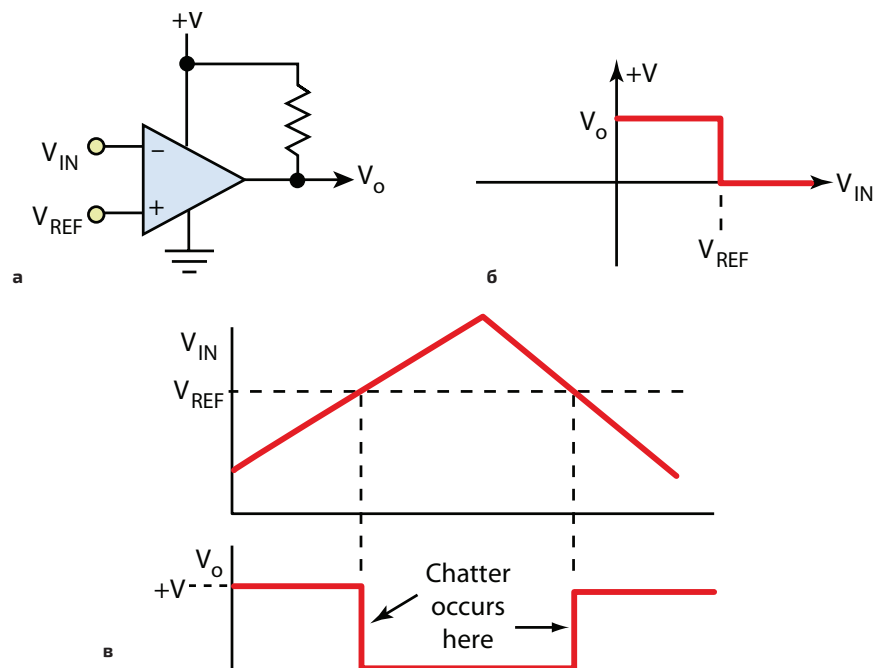

Рисунок 2. Инвертирующий компаратор с типовыми входами (а), его передаточная характеристика (б) и сигналы на входе/выходе (в)
няется к нагрузочному резистору, подключённому к шине питания (рисунок 2а). Входами компаратора являются опорный сигнал (V_{REF}) и сигнал, который сравнивается с опорным сигналом (V). Любой из двух входов может быть подключён к опорному или входному сигналу. Обычной комбинацией является фиксированное опорное напряжение и меняющийся входной сигнал. Двумя широко используемыми вариантами также являются конфигурации с инвертированием и без инвертирования.
- Вариант с инвертированием: V_{IN} подключается к инвертирующему входу усилителя (-), а V_{REF} подключается к неинвертирующему входу (+) (рисунок 2). Если $V_{IN} > V_{REF}$, выход устанавливается в состояние высокого потенциала.
- Вариант без инвертирования: (входы поменялись местами по сравнению с Рисунок 2): V_{IN} подключается к неинвертирующему входу усилителя (+), а V_{REF} подключается к инвертирующему входу (-). Если $V > V_{REF}$, выход устанавливается в состояние высокого потенциала. Если $V_{IN} < V_{REF}$, выход устанавливается в состояние низкого потенциала. На рисунке 2 показана инвертирующая комбинация с фиксированным опорным сигналом постоянного напряжения и входным сигналом в форме треугольных импульсов (рисунок 2в). При величине входного сигнала ниже порогового значения на выходе высокий потенциал (рисунок 2б). Когда входной сигнал превышает величину опорного сигнала,